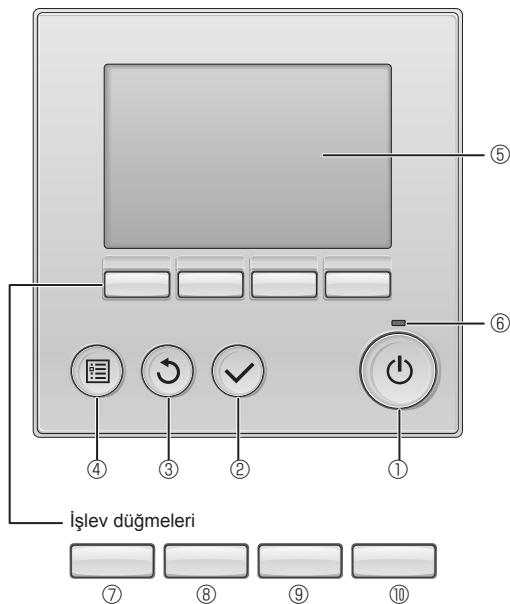

Fig. 6-1
6.2.1. Kablolu uzaktan kumanda kullanılarak (Fig. 6-1)
① [ON/OFF] (ACMA/KAPATMA) düğmesi